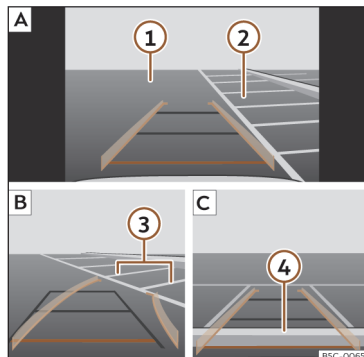

Fig. 155 Visualização no ecrã do sistema de infotainment: estacionar com o assistente de marcha-atrás.
Legenda da >>> **Fig. 155:**
- Posicione o veículo à frente do lugar de estacionamento >>> **Fig. 155 ② A**.
- Retroceda rodando o volante de forma que as linhas amarelas se introduzam no lugar de estacionamento. As linhas verdes e amarelas têm de coincidir com as linhas de delimitação laterais **③ B**.
- Pare o veículo quando a linha vermelha tiver atingido a delimitação traseira **④ C**.